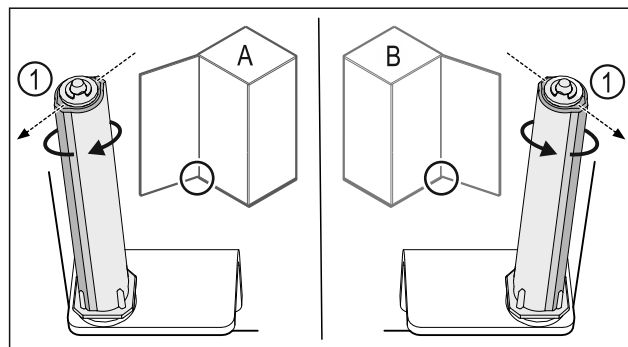

Fig. 41 Levo omejilo (A) / desno omejilo (B)
- Obrnite zaporni sistem proti upor, dokler ni mostiček zapornega sistema Fig. 41 (1) obrnjen navzven.